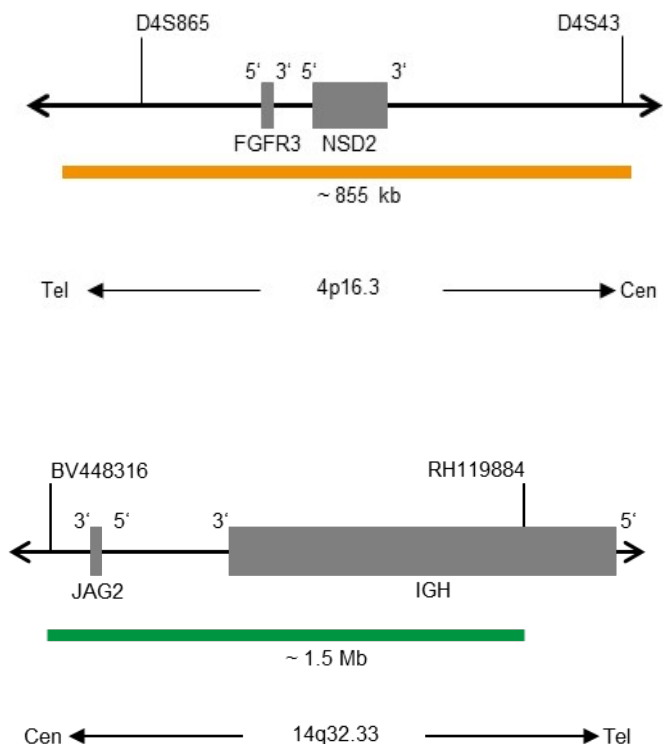

Fig. 1: In alto: Mappa della sonda SPEC FGFR3; In basso: Mappa della sonda SPEC IGH (non in scala)
- Polinucleotidi (~6.0 ng/μl), marcati con ZyOrange (eccitazione 547 nm/emissione 572 nm), le cui sequenze target mappano in 4p16.3* (chr4:1,496,938-2,351,657) in cui è localizzato il gene FGFR3 (vedere Fig. 1).
- Polinucleotidi (~12.0 ng/μl), marcati con ZyGreen (eccitazione 503 nm/emissione 528 nm), le cui sequenze target mappano in 14q32.33* (chr14:105,462,169-106,995,000) in cui è localizzato il locus IGH (vedere Fig. 1).